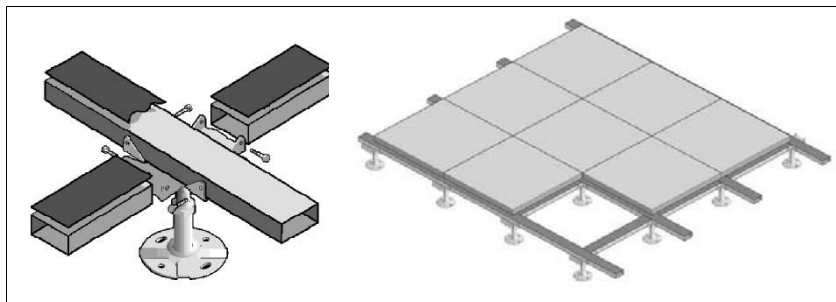

Рис. 10.6. Структура TF2/50S
- Структура TF2/50S со стрингерами, изготовленная целиком из оцинкованного железа, представляет собой устройство с закрытым квадратным сечением 50×20 мм. Специфика применения такой структуры — помещения с достаточно тяжелыми нагрузками на полы. С этой структурой также могут использоваться панели любого типа (рис. 10.6).